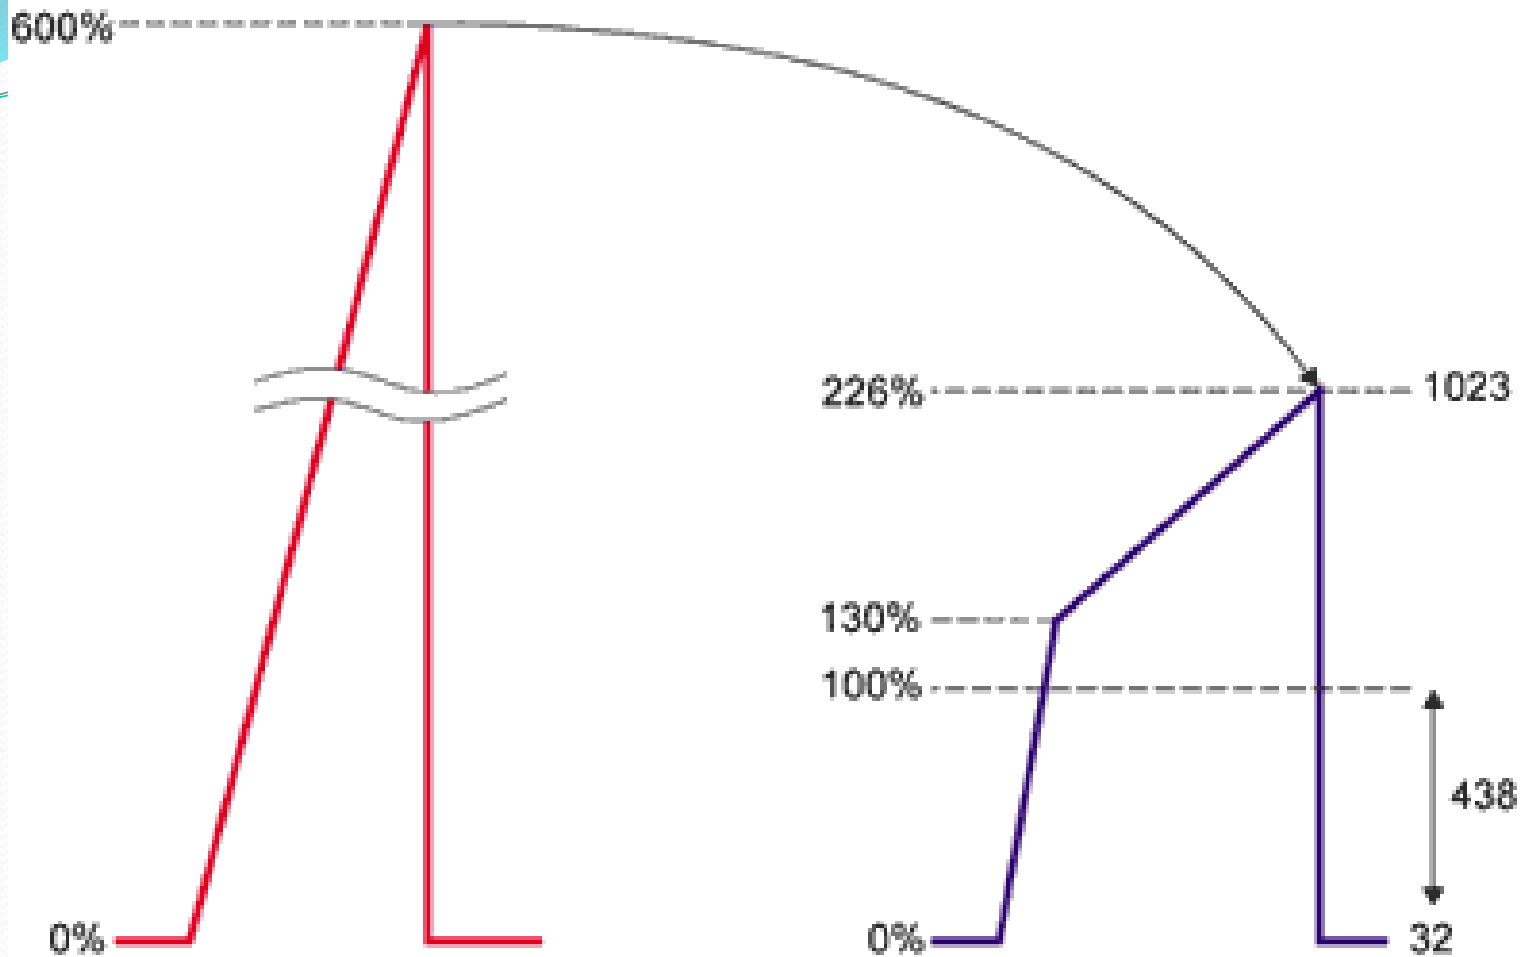

Рис. 9. Сжатие светового диапазона
- Таким образом, общая разрядность АЦП должна была бы составлять 3 разрядов ($8 + 2,5 + 2$). Создание такого АЦП, работающего на частоте преобразования видеосигнала, является в настоящее время достаточно сложной задачей. Поэтому разработчики видеокамер идут по пути сжатия динамического диапазона за счет регулировки режимов ПЗС, используя метод регулировки перегиба световой характеристики (knee correction), и обеспечения запаса по усилению в предварительном видеоусилителе (рис. 9). Этими методами удастся сузить динамический диапазон сигнала и ограничиться 10...12-разрядным АЦП. Учитывая, что в большинстве видеокамер используется три ПЗС - по одному на каждый из основных цветов - общее число АЦП в видеокамере равно трем.